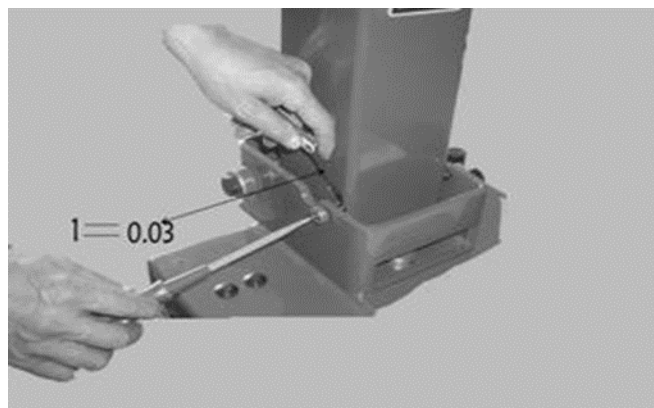

Рис. 10.10
10.1.11 Отрегулируйте винты с обеих сторон стойки: ослабьте гайки с обеих сторон, отрегулируйте зазор между головками винтов и боковыми сторонами стойки до 0,03 мм (рис. 10.10), а затем закрутите гайки.